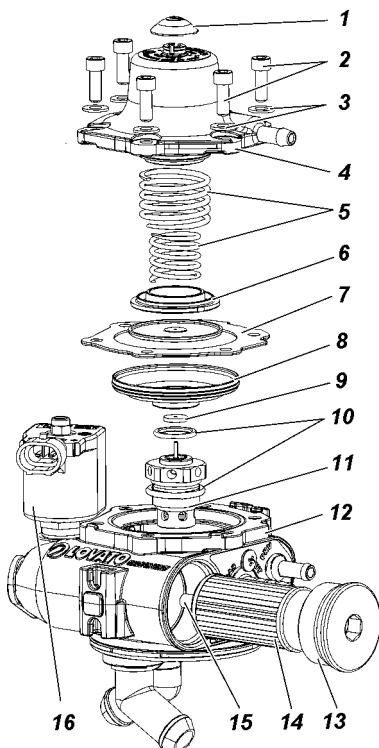

Рис. 10. Газовый редуктор:
Редуктор (рис. 10) - одноступенчатого типа с диафрагмой предназначен для снижения и регулирования давления. Преобразует жидкое состояние топлива в газообразное.
- замена картриджа фильтра 14 (рис. 10) и очистка камеры фильтра;